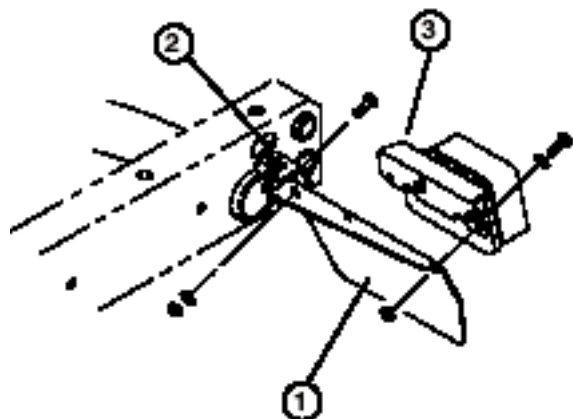

Figura 1
3. Fije la parte trasera de cada chapa de luces traseras a la parte trasera de los soportes del bastidor con un tornillo de caperuza de $\frac{5}{16}$ -18 x 1" lg., una arandela plana de 0,344" D. I. y una tuerca, según muestra la Figura 1.